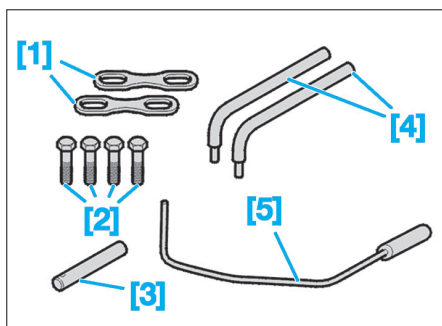

Fig. 37
- [1]. Bride de maintien des chemises (réf : 0132-A1Z) (Fig.37),